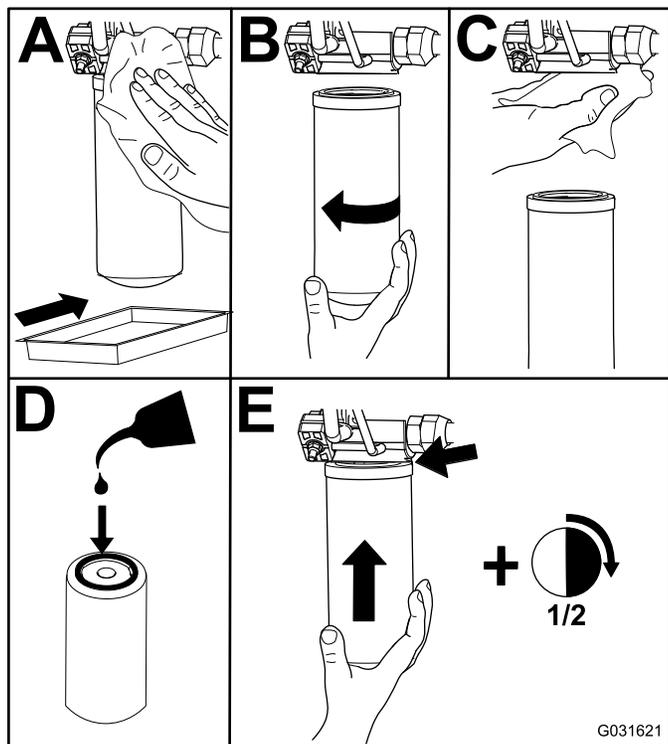

Рисунок 79
2. Замените гидравлические фильтры (Рисунок 79).